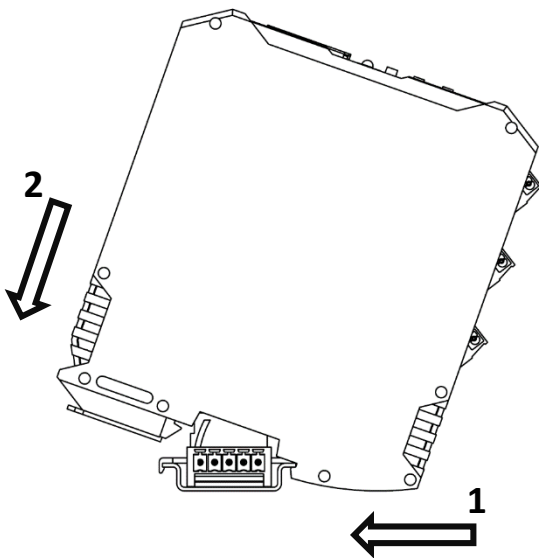

Abbildung 2: Montage auf die DIN-Schiene
Die Control Module können auch ohne Busadapter betrieben werden, sie werden dazu wie in **Abbildung 2** beschrieben auf die Hutschiene montiert. Jedes Modul muss dann separat mit 24 VDC versorgt werden.
2. Das Modul mit leichter Neigung auf die DIN-Schiene schieben bis die untere Nut komplett eingerastet ist. Siehe **Abbildung 2**.